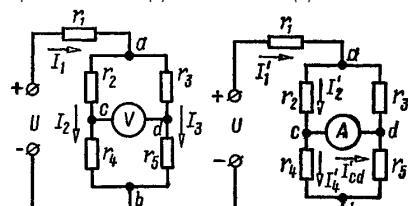

рис. 2
2. Визначити струми у гілках кола (рис.2) і показання вольтметра, ввімкненого між точками с і d, вважаючи, що його опір у багато разів перевищує опір кожного з елементів кола. Чому дорівнюють показання амперметра, ввімкненого між точками с і d (рис.2, б), опір якого вважати рівним нулью? Опіри елементів кола: $r_1 = 10 \Omega$, $r_2 = r_3 = r_5 = 25 \Omega$ і $r_4 = 50 \Omega$, а прикладена напруга $U = 120 \text{ В}$. (5)